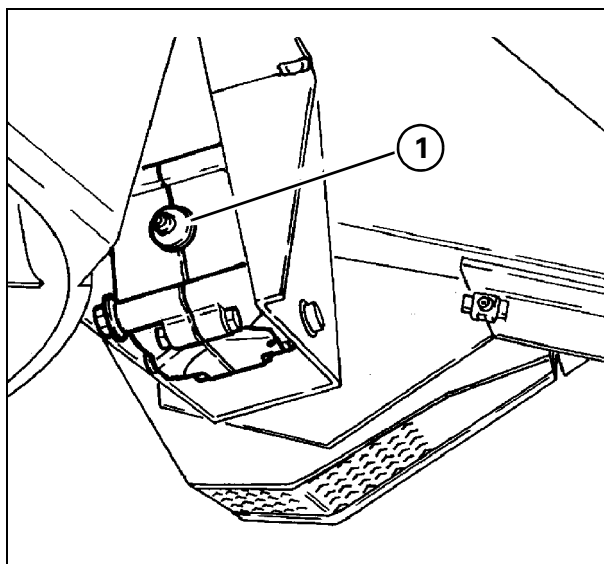

Рис. 37
26. РАЗБРАСЫВАТЕЛЬ СОЛОМЕННОЙ СЕЧКИ (если установлен) - Рис. 37